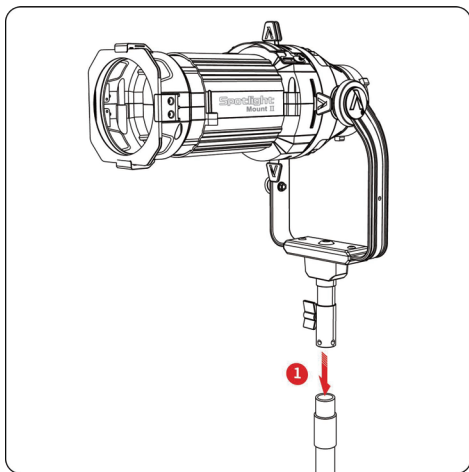

图 1
- 1) 将 Spotlight Mount II 安装到兼容的灯架上，如图 1。